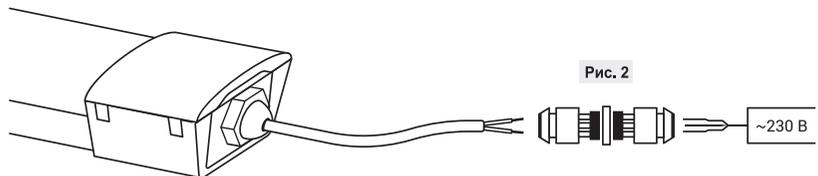

Рис. 2
3. Подключите при помощи клеммной колодки или специального герметичного коннектора сетевой кабель к выведенному проводу светильника (Колодка и герметичный коннектор не входят в комплект поставки) (Рис. 2).